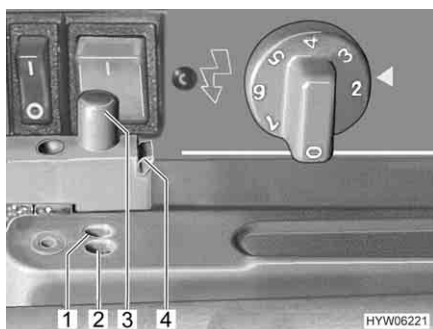

Bild 62 Arretierung der Kühlschranktür
- Mit seitlichem Druck gegen den grünen Sicherungskeil (Bild 62,4) die Arretierung lösen. Der Verschlussbolzen (Bild 62,3) springt heraus.
- Verschlussbolzen (Bild 62,3) eindrücken, so dass er in die äußere Bohrung (Bild 62,2) einrastet.
- Verschlussbolzen (Bild 62,3) eindrücken, so dass er in die innere Bohrung (Bild 62,1) einrastet. Die Kühlschranktür bleibt damit leicht geöffnet.